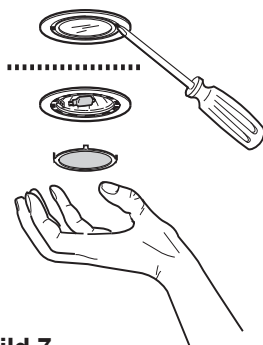

Bild 7
- Lampenabdeckung mit einem Schraubenzieher entnehmen und entfernen. **Bild 7.**